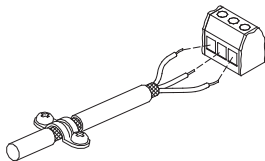

Рис. 8 Соединение оплетки и проводов экранированного кабеля с колодкой
- Экранирование кабелей должно выполняться подключением обоих концов кабельной оболочки на массу насоса. Торец экранирующей оболочки должен находиться на минимально возможном удалении от клемм, смотрите рис. 8.